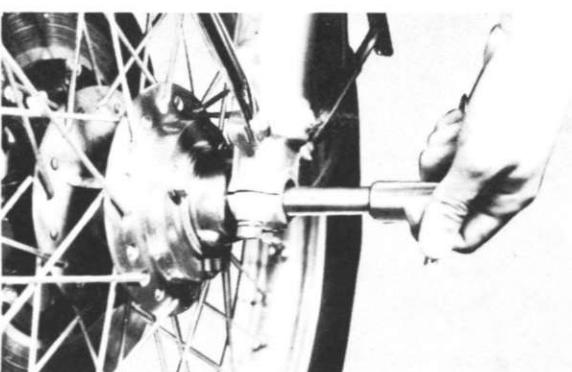

Fig. 5-2-6
- 4) Pull out the front wheel axle. (Fig. 5-2-6)
- 4) Retirer l'axe de roue. (Fig. 5-2-6)
- 4) Vorderradachse herausziehen. (Abb. 5-2-6)